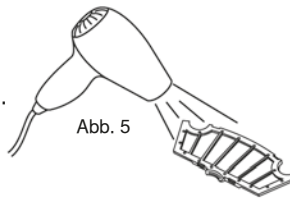
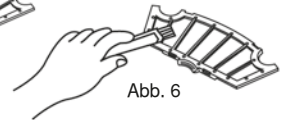

Abb. 5
Abb. 6
5. Reinigen Sie das Filter mit einem Fön oder einer Staubbürste (siehe Abbildung 5 und Abbildung 6) reinigen